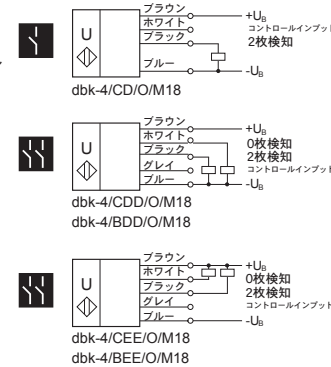

Fig. 2: 各配線接続先
- 4芯もしくは5芯のケーブルをFig.2を参考に接続してください。